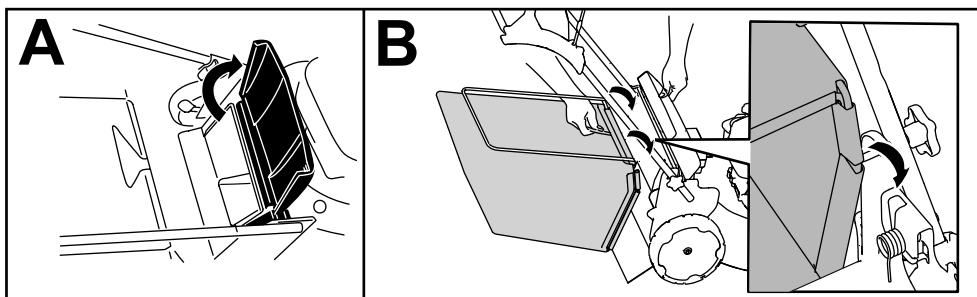

Figura 15
1. Levante y sujeté el deflecto trasero (Figura 15, A).
2. Instale la bolsa de recogida, asegurándose de que los pasadores de la bolsa descansan en las muescas del soporte del manillar (Figura 15, B).